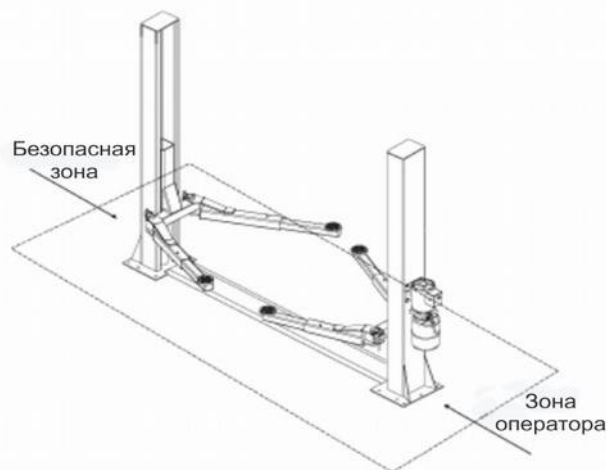

Рис. 10 Рабочая зона
- ◆ Во время подъема автомобиля люди находятся в безопасной зоне (Рис. 10);